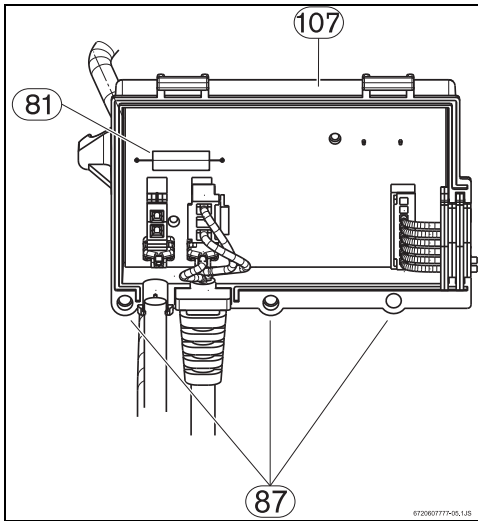

Fig. 14 Caja de comando
- ▶ Retirar los 3 tornillos de la caja (Fig. 14, [87]) y retirar la tapa.
- ▶ Cambiar los fusibles (Fig. 14, [81]).